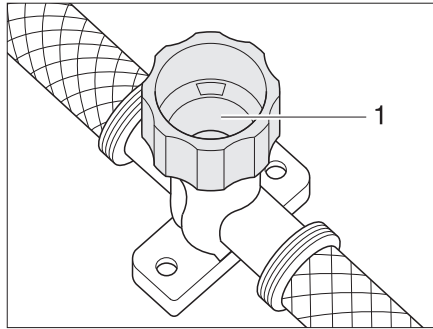

Fig. 124 Rubinetto di scarico per scaldacqua
- Chiudere il rubinetto di scarico. A tal fine ruotare il coperchio (Fig. 124,1) in senso orario.
- Aprire il rubinetto di scarico dello scaldacqua. A tal fine ruotare il coperchio (Fig. 124,1) in senso antiorario.